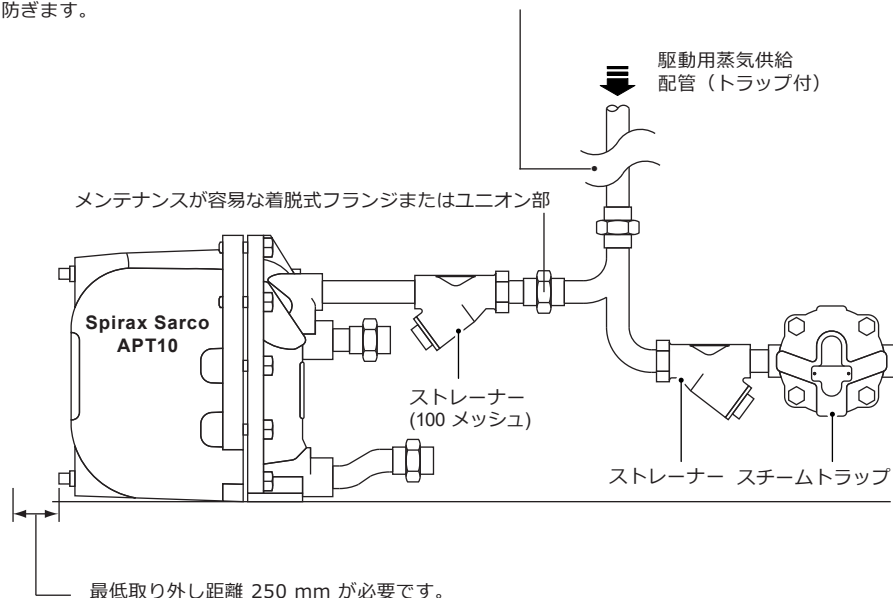

図. 4 駆動蒸気供給配管と排気配管の推奨接続例
### 3.3 接続（設置図（図4）を参照してください。）
- 4.1 図4および図5に従って、入口・出口配管および駆動蒸気／排気接続が正しく接続されていることを確認した後、APT10へ圧力を供給するために、駆動蒸気入口配管のバルブをゆっくり開けてください。排気管／均圧管が開放され、妨げられていないことも必ず確認してください。